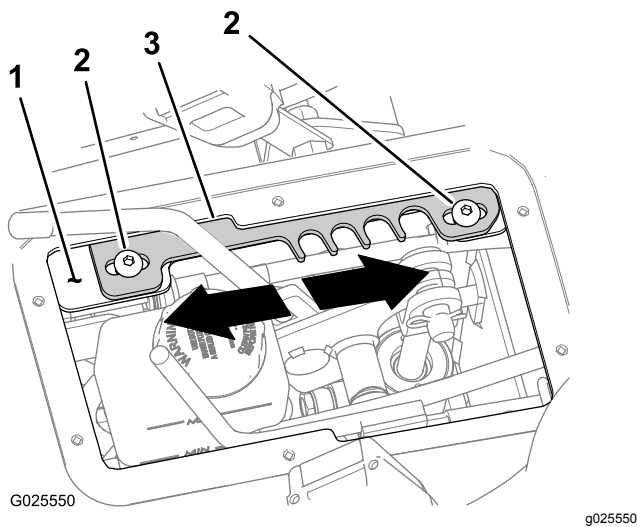

Figura 70
- Mueva la palanca de intervalos de velocidad a la posición T (TRANSPORTE) (Figura 70).
- Afloje los 2 tornillos allen (5/16" x 3/4") que sujetan la placa de retención al soporte de la palanca (Figura 70).
- Mueva la placa de retención **hacia adelante** para aumentar el límite máximo de la velocidad de avance (Figura 70).
- Mueva la placa de retención **hacia atrás** para reducir el límite máximo de la velocidad de avance (Figura 70).